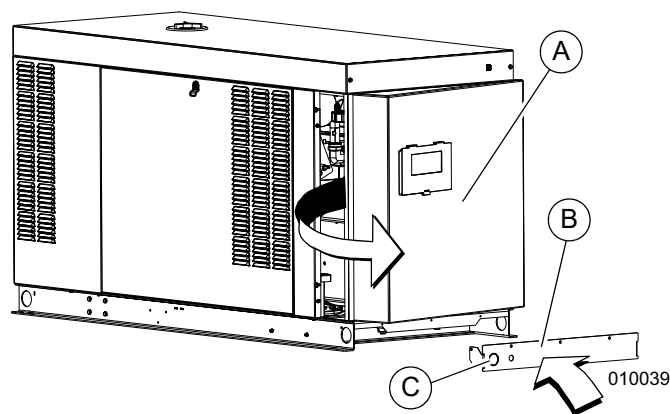

Figure 5-2. Dépose du panneau arrière et du couvercle de l'espace de raccordement
1. Voir *Figure 5-2*. Retirer les six vis avec rondelles en nylon pour détacher le panneau arrière (A) de l'enceinte. Pour faciliter le démontage, pivoter le côté gauche du panneau pour l'écarter de l'enceinte avant de dégager le côté droit.
REMARQUE : Voir Figure 5-2. Retirer l'obturateur de l'ouverture défonçable et tirer le câblage des accessoires jusqu'à une boîte de jonction anti-intempérie (non fournie). Vérifier que les fils ne touchent pas des pièces mobiles ou vibrantes du moteur, car l'abrasion des fils peut provoquer des problèmes électriques.